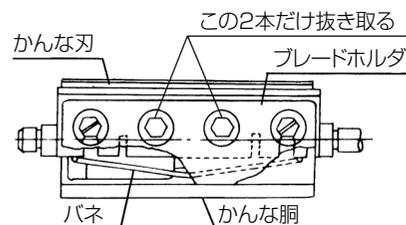
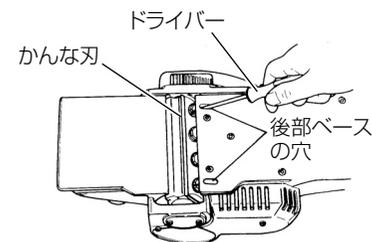

図 31
図 33
(3) 後部ベースの穴から、別売部品のドライバーをさし込み、外側のボルトをゆるめると、かんな刃はバネ (図 31) に押されて数ミリ飛び出します。(図 33)
(4) かんな刃の両端を持って、取りはずします。